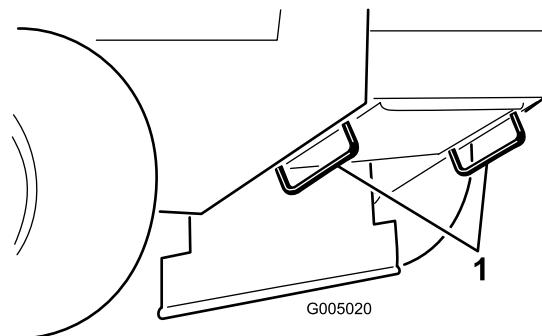

Figura 11
- Utilice los bucles metálicos de amarre de la máquina para sujetar la máquina firmemente al remolque o al camión con correas, cadenas, cables o cuerdas (Figura 11).